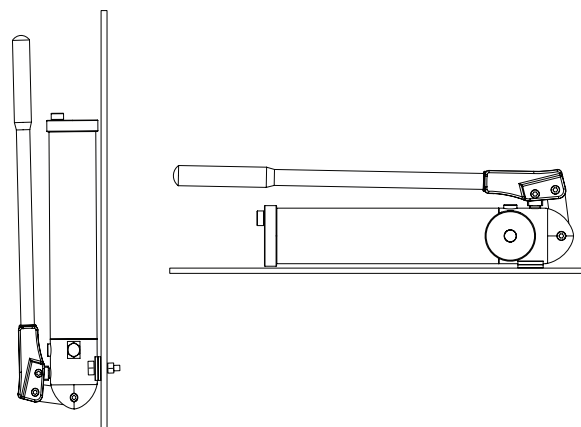

Figure 3 - Positions horizontale et verticale
3. La pompe peut être utilisée en position horizontale ou verticale comme illustré à la figure 3.